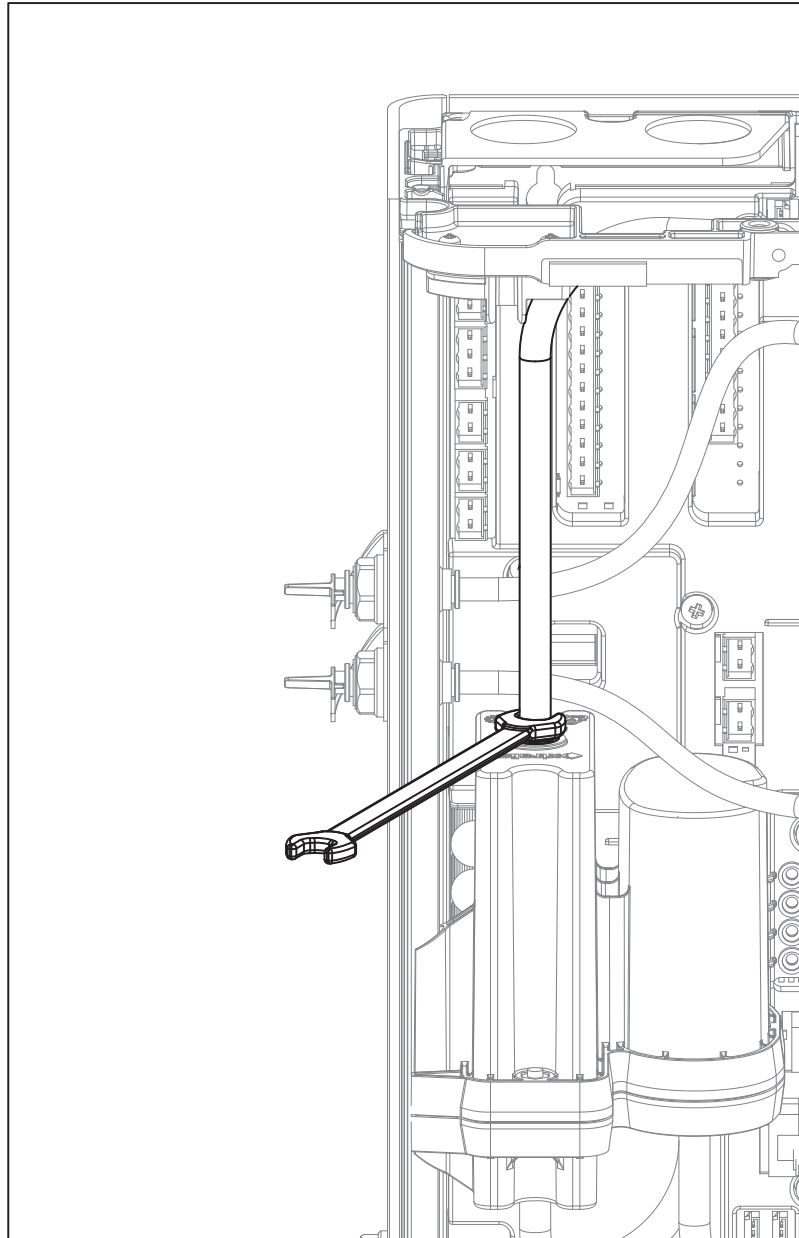

Рис. 7-28: Демонтаж трубки
6. Снимите трубку (Рис. 7-28).